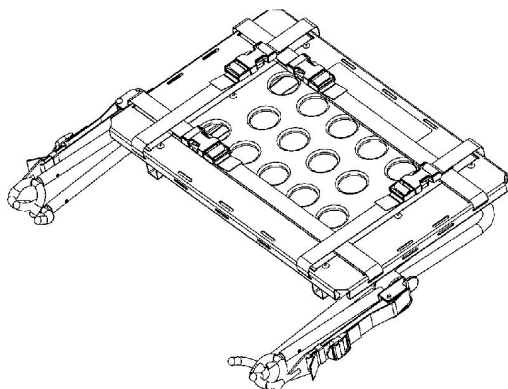

Figure 24 – Position de rangement
1. Mettre le plateau porte-défibrillateur en position de rangement (Figure 24).